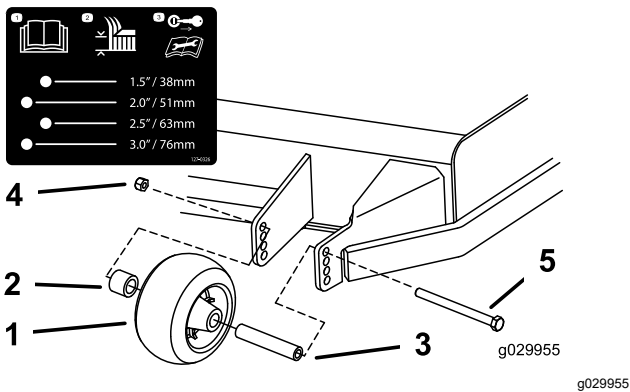

Рисунок 37
3. Отрегулируйте защитные валики, как показано на Рисунок 37.